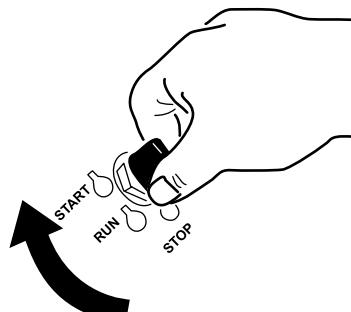

Figura 19
1. Rode a chave da ignição para a posição ARRANQUE (Figura 19).